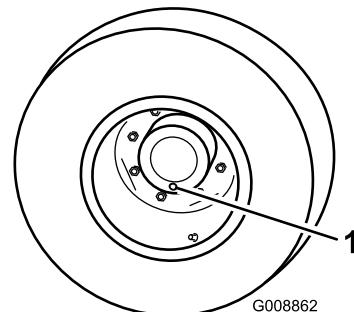

Рисунок 67
- Поставив машину на ровную поверхность, расположите колесо так, чтобы одна контрольная пробка находилась в самом нижнем положении («6 часов») (Рисунок 67).